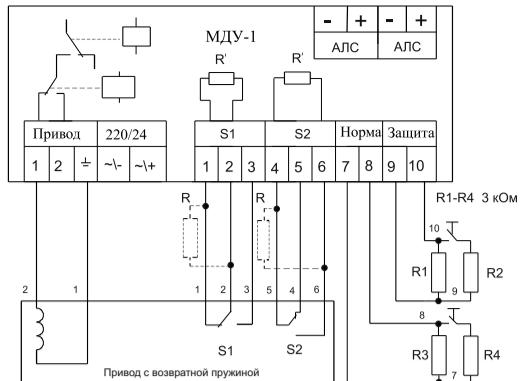

Рисунок 3 – Подключение привода с возвратной пружиной Тур 239-024-10-S2 фирмы «GRUNER»
– Привод с возвратной пружиной (см. рисунок 3).